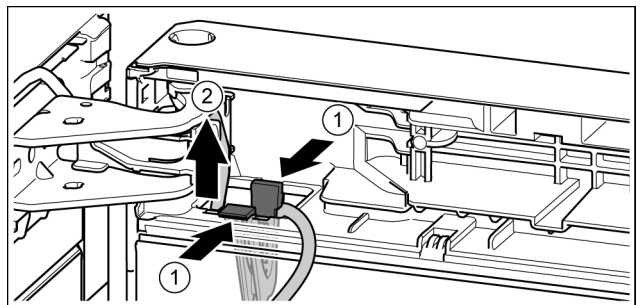

Fig. 25
- ▶ Stlačte strmeň. Fig. 25 (1)
- ▶ Vytiahnite držiak kábla s káblom na ňom upevneným. Fig. 25 (2)